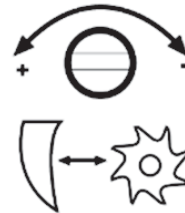

Fig. 8
3. Rode lentamente o regulador da contra-lâmina (5) para a direita até ouvir sons de raspagem (Fig. 8, 9). Saem pequenas limalhas de alumínio das condutas de descarga.
4. Rode o anel de bloqueio (6) para a direita para fixar a posição do regulador da contra-lâmina (5).